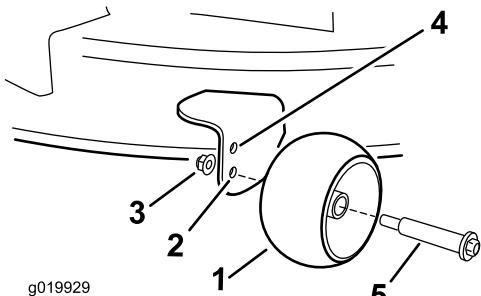

Bild 23
- Oberes Loch: Verwenden Sie diese Stellung mit dem Mähwerk in der Schnitthöheneinstellung 63 mm oder niedriger (Bild 23).
- Unteres Loch: Verwenden Sie diese Stellung mit dem Mähwerk in der Schnitthöheneinstellung 76 mm oder höher (Bild 23).